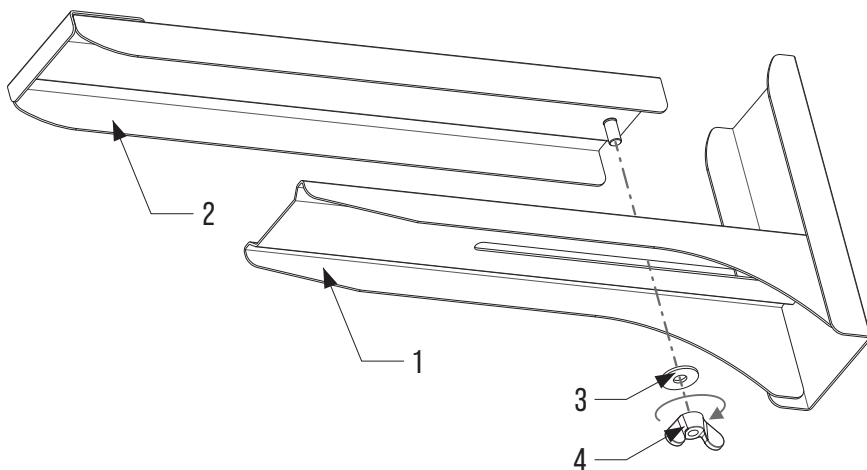

Рисунок 1. Сборка кронштейна
5.1 Соберите регулируемую опору кронштейна, используя соответствующий крепеж (см. рис. 1).
5.6 Ослабьте барашковую гайку (рис. 1 поз. 4), чтобы отрегулировать длину кронштейна, затем затяните гайку.